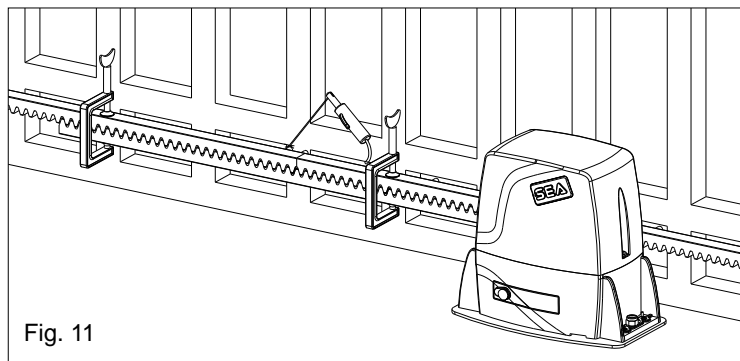

Fig. 11
**6.4.** controllare che tutti gli elementi della cremagliera risultino perfettamente allineati e posizionati correttamente (dentature in fase). Si consiglia di contrapporre a due elementi successivi un terzo elemento come indicato in Fig. 11;